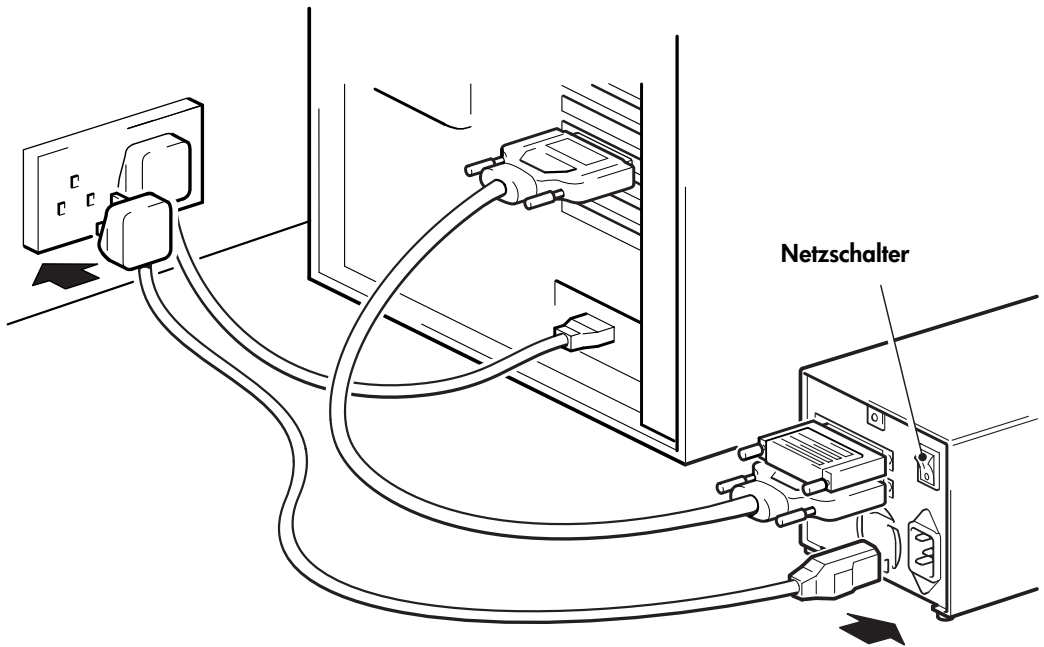

Abbildung 6: Anschließen des Netzkabels
- 2** Stecken Sie das Netzkabel fest in den Netzanschluss auf der Rückseite des Laufwerks. (Siehe Abbildung 6.)